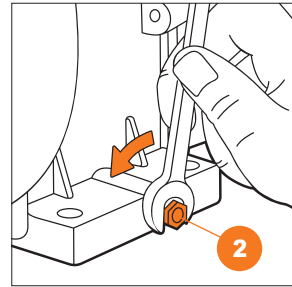

Рис. 21
- Убедитесь, что двигатель выключен ①.
- Откройте заливную горловину ⑤.
- Удалите пробку сливного отверстия ② (Рис. 21).
- Установите пробку сливного отверстия ②.
- Для проверки уровня масла отвинтите крышку щупа заливной горловины ⑤, протрите щуп и опустите его в заливную горловину, крышку не закручивайте, затем извлеките его, поддерживайте уровень масла по верхней отметке щупа.